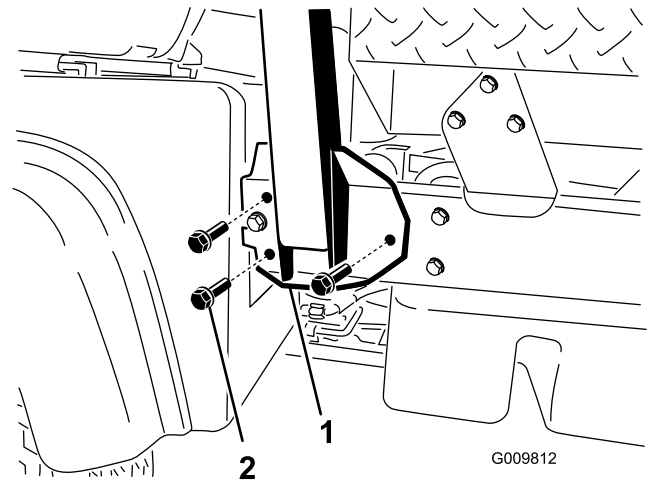

Figura 4
- Alinhe cada lado do ROPS com os orifícios que se encontram em cada um dos lados do chassi da máquina como se mostra na Figura 4.